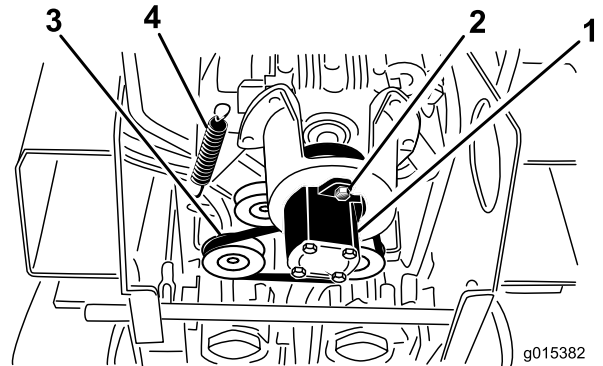

Bild 52
5. Lösen Sie die 2 Pumpenschrauben (**Bild 52**).
6. Drehen Sie die Pumpe nach links und lassen Sie sie nach unten, von der Riemenscheibe weg, ab (**Bild 52**).
7. Ziehen Sie das Ende der Spanscheibe mit einem Federzieher (vom offiziellen Vertragshändler erhältlich) oder einem starren Metallhaken von der Federschraube, um die Riemenspannung zu lösen (**Bild 52**).